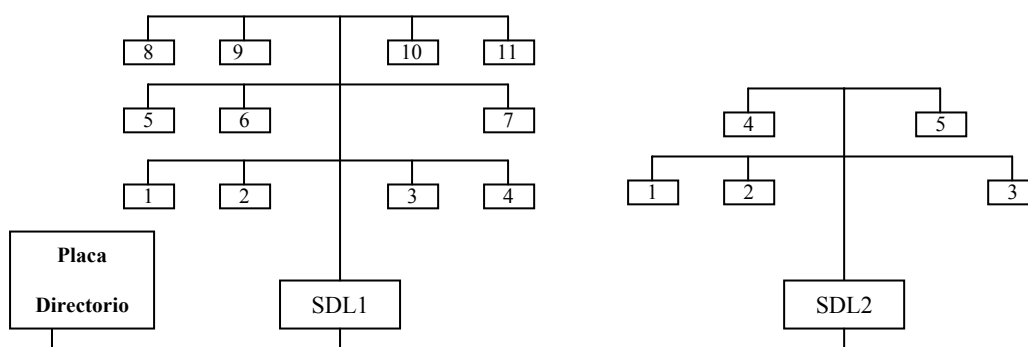

Figura 1
- En el mencionado ejemplo, se pretende rellenar automáticamente los registros de la placa para una instalación como la de la figura 1.
- En el ejemplo anterior, con la estructura que presentaba la figura 1 se deberían haber generado los siguientes códigos: